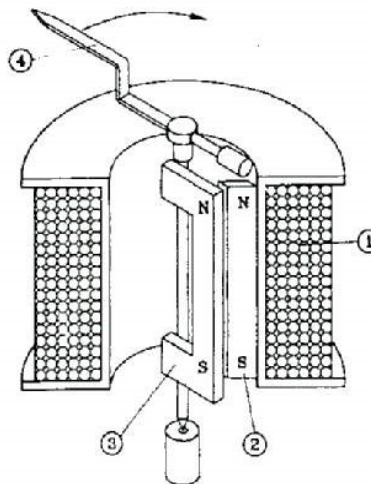

Figura 2:
En la figura 2 se puede ver las partes internas de un instrumento de Fe móvil el cual consta de (1) una bobina de alambre de Cu por la que circula la corriente a medir y que produce un campo magnético. Las dos plaquitas de Acero de bajo porcentaje de carbono, una fija (2) y la otra móvil (3), quedan imanadas en el mismo sentido y entonces se repelen. Al estar la plaquita móvil unida a la aguja (4) a través del eje desviación de la aguja. Por lo tanto la desviación de la aguja será proporcional al cuadrado de la intensidad de la corriente.